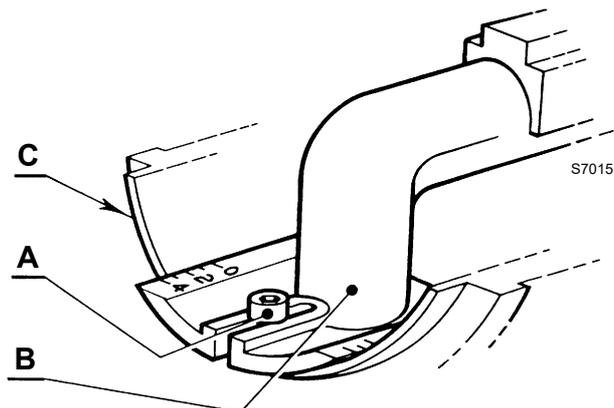

Abb. 11
- die Schraube A)(Abb. 11) lockern, den Krümmer B) verschieben bis das Ende der Muffe C) mit der gewünschten Einstellzahl übereinstimmt;